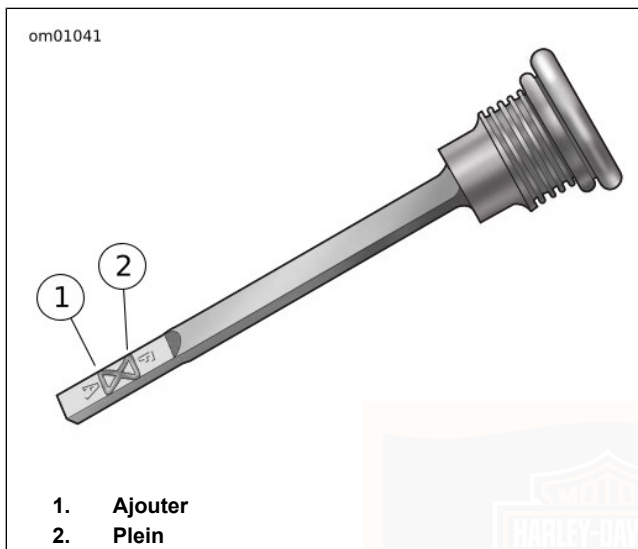

Figure 53. Niveau du lubrifiant du bouchon de remplissage/jauge de la transmission
3. Voir Figure 53. Enlever le bouchon de remplissage/jauge et vérifier le niveau de lubrifiant sur la jauge. Si le lubrifiant est au niveau du repère ajout sur la jauge, ou plus bas, ajouter juste assez de lubrifiant pour amener le niveau entre le repère ajout et le repère de niveau plein sur la jauge.